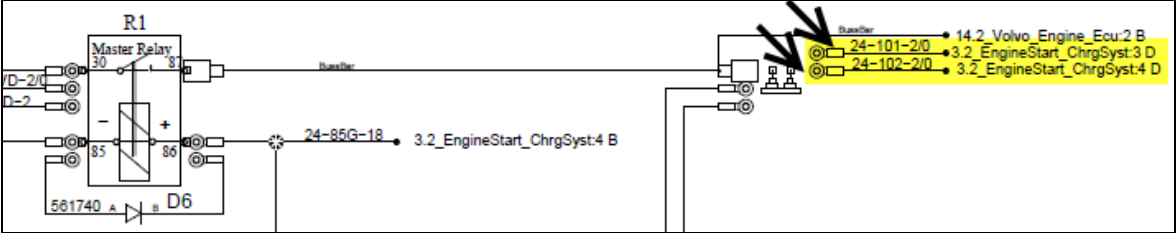

Figure 8
- dans le compartiment électrique, **branchés au bloc de jonction** (Figure 8).